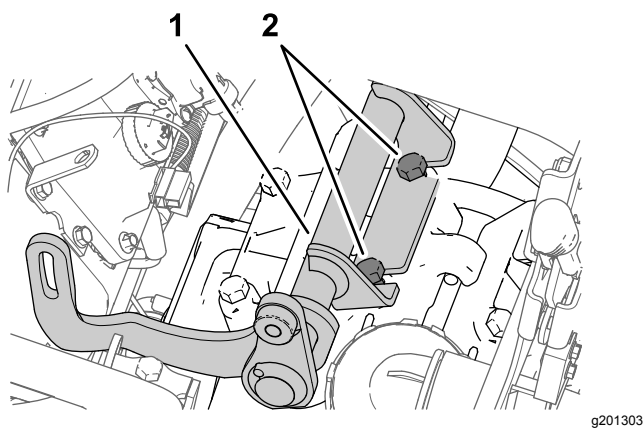

Figura 176
2. Allineate la staffa dell'alternatore tra i bulloni che avete allentato e come illustrato nel passaggio 1 e la testa della pompa Figura 176.